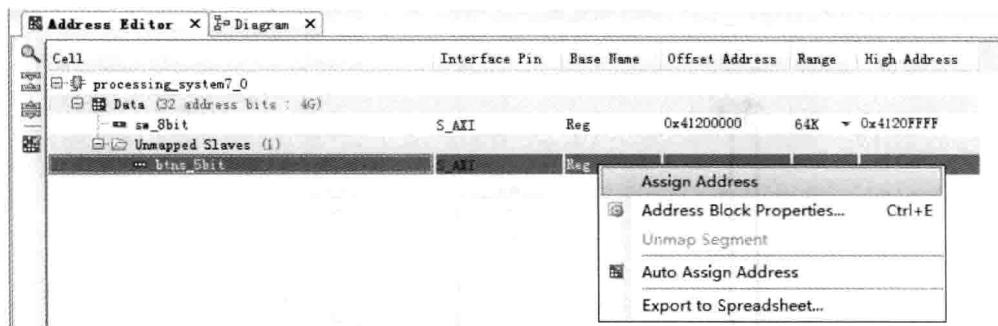

图 4.44 手工分配地址
(29) 如图 4.44 所示,选择 Address Editor 标签。在该标签窗口中,展开 processing\_system7\_0→Data→Unmapped Slaves。可以看到已经为 sw\_8bit 模块自动分配了地址,但是并没有为 btms\_5bit 模块分配地址。选中 btms\_5bit,单击右键,出现浮动菜单。在浮动菜单内,选择 Assign Address。